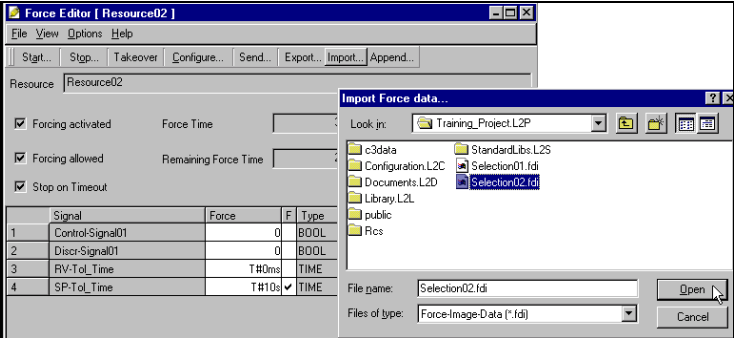

Fig. 156: Carregar a seleção de sinais (importar)
- ☐ Antes de sair do Force Editor, carregar novamente a situação gravada com **Import** e enviar ao sistema de comando. (Fig. 156, p.146)